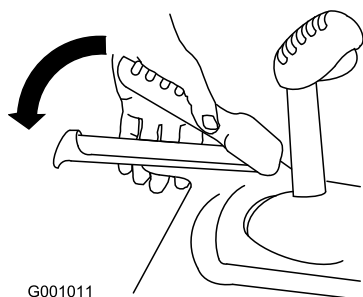

Figura 26
2. Engate a alavanca de tração e segure-a no sítio (Figura 26).